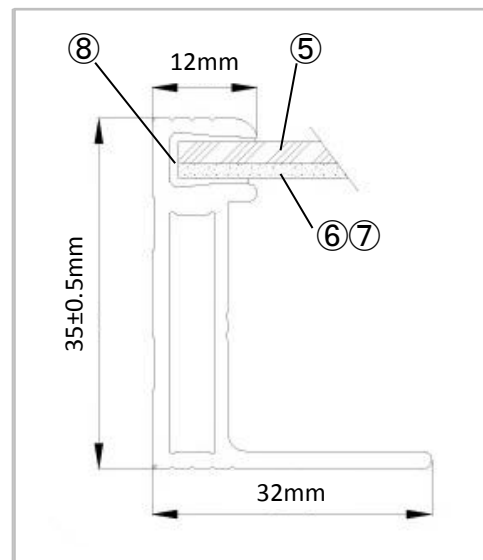
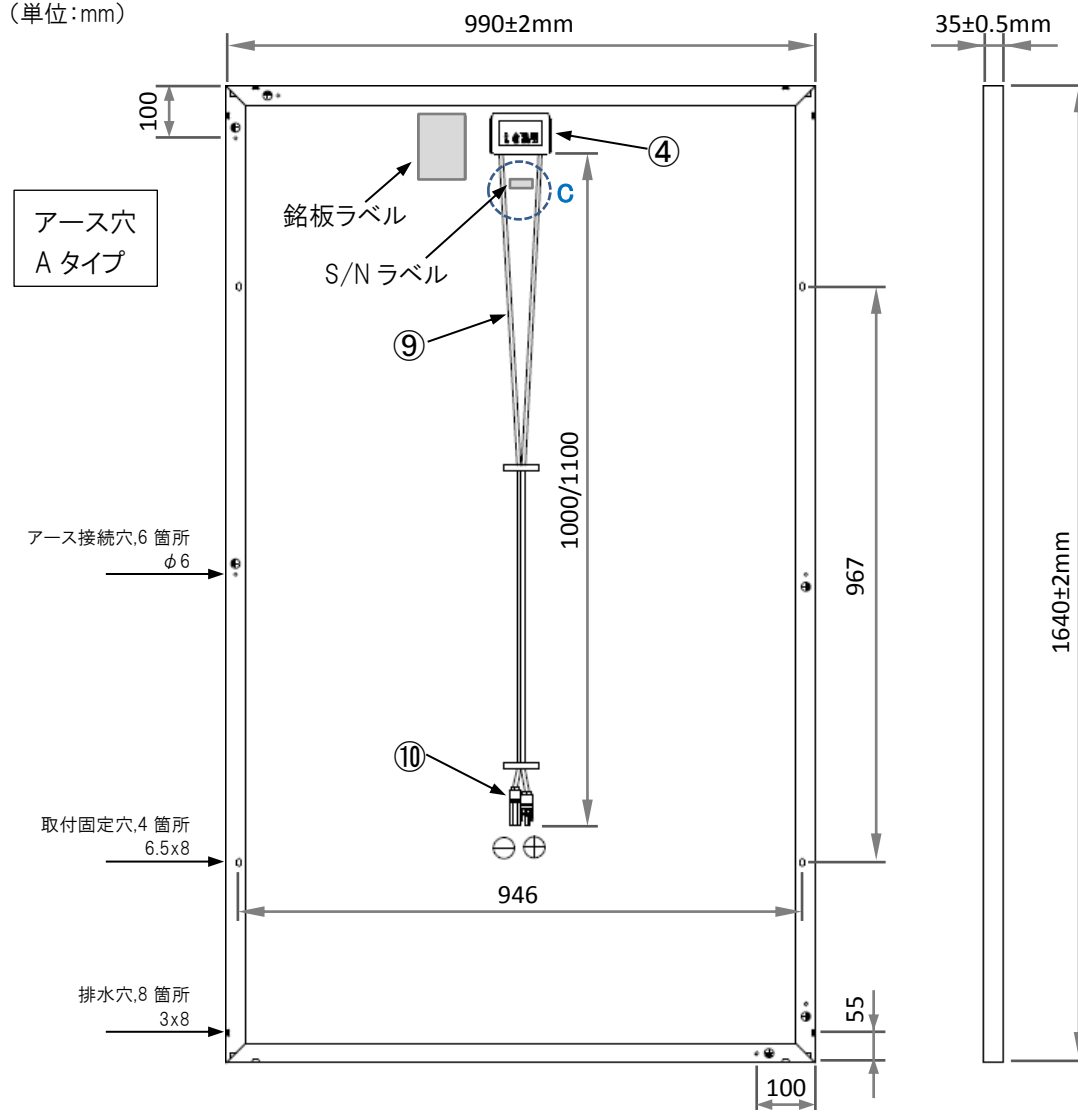
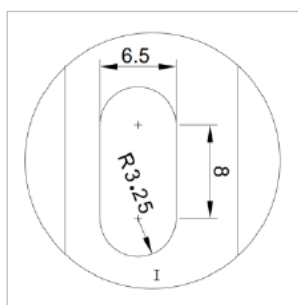

図2. A-A 断面 拡大図
図5. モジュール裏面図
図6. I部 取付固定穴
| 00 | 2016/2/9 | — | <p>YGE 60cellシリーズ 4BBの仕様書として新規作成 新規作成にあたり、以前の仕様書より変更した内容は以下の通り。</p> <p>(1) 2.1.10 コネクタ Renhe社製05-6、Zhonghuan社製PV-ZH202を追加</p> <p>(2) 図5接地穴位置変更 図5の赤矢印で示す8箇所 長辺中央にあった接地穴を廃止</p> <p>(3) 2.3 表示、並びに、図5、図7 裏面にシリアルNo(S/N)を貼付</p> <p>(4) 2.5 梱包仕様 1パレットあたりのモジュール枚数を29枚から30枚に変更 これに伴いパレット重量を変更</p> <p>(5) 表1:③太陽電池セル バスバー本数を変更(3バスバーから4バスバーへ)</p> <p>(6) 同表中の⑩に追加したコネクタ型式を追加</p> <p>(7) 4.設置中の 5 項目にケーブル固定について追記</p> | 山本 | 中路 | 高梨 |
| 01 | 2016/4/1 | — P4 | <p>(1) YL270P-29bを追加 これに伴い図9:銘板例の変更 および 表3・4:電気特性へ追加</p> <p>(2) 図5接地穴位置変更 従来の6箇所の穴数・位置に訂正</p> | 山本 | 中路 | 高梨 |
| 03 | 2016/7/19 | P4 | <p>(1) 図 5 接地穴位置および穴数の変更 従来6箇所から8箇所(四隅2箇所)へ変更</p> | 山本 | 中路 | 高梨 |
モジュールの寸法は、Page5(図 1、図 2)・Page6(図 5、図 6)のモジュール図面に示す。
ラベル仕様は Page5(図3)、Page6(図7)添付場所は Page5(図1)、Page6(図5)に示す。